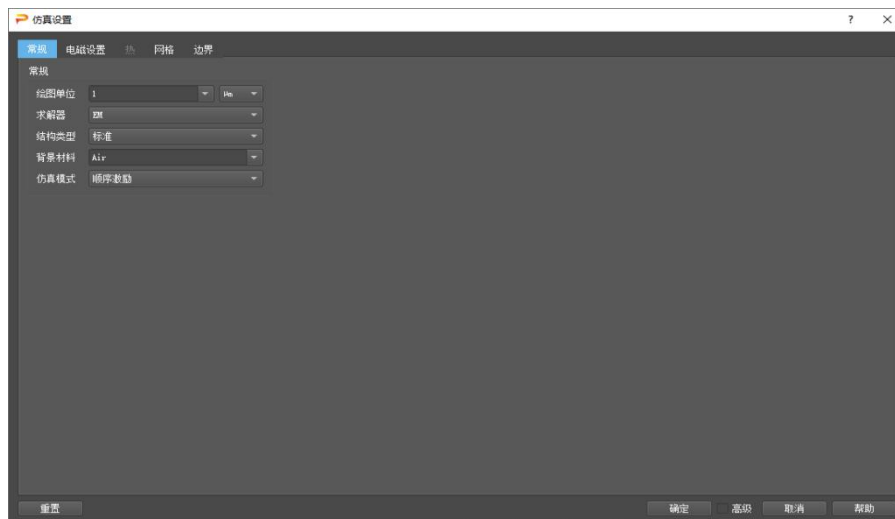

图 1.3 派岳™仿真选项窗口
-  **仿真设置**-打开仿真设置窗口（如图 1.3）进行常用设置